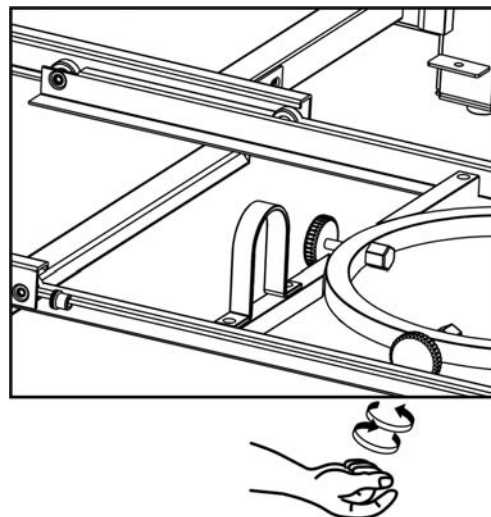

Figura 10
10. Apriete las perillas roscadas (G) que hay en la charola del tanque (Figura 10), de manera que el tanque de gas LP no se pueda mover de un lado a otro. No quite la tapa plástica del extremo de la sección roscada.